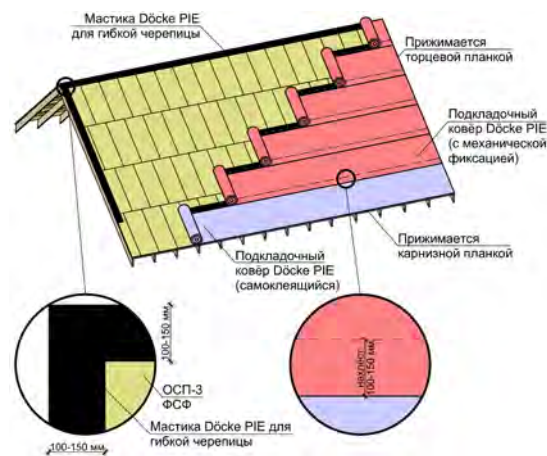

Рис. 6 Схема расположения подкладочного ковra Döcke PIE (последовательность укладки полотен в соответствии с п. 4.1.2).
4.1.5 Крепёж подкладочного ковra – тип 1 (таблица №1). Шаг гвоздей составляет 200 мм в местах нахлестов (рис. 6). Самоклеящиеся ковры Döcke PIE вдоль карниза снизу прижимаются карнизными планками (п.5). Самоклеящийся подкладочный ковёр необходимо крепить гвоздями в тех случаях, когда планируются перерывы в работе, а также когда планируется использовать ковры в качестве временной кровли.